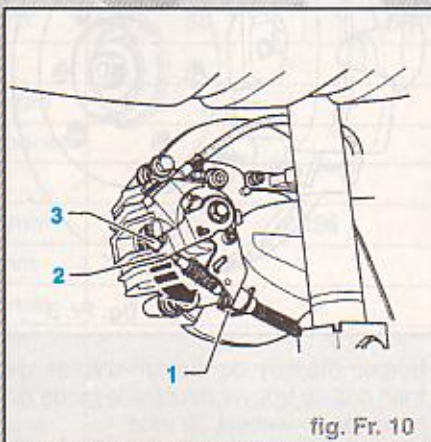

fig. Fr. 10
- Déposer le clip (1) (Fig. Fr. 10).
- Enfoncer le levier de frein (2) dans le sens de la flèche et accrocher le câble de frein à main (3) (Fig. Fr. 10).
- Reposer le clip (1).